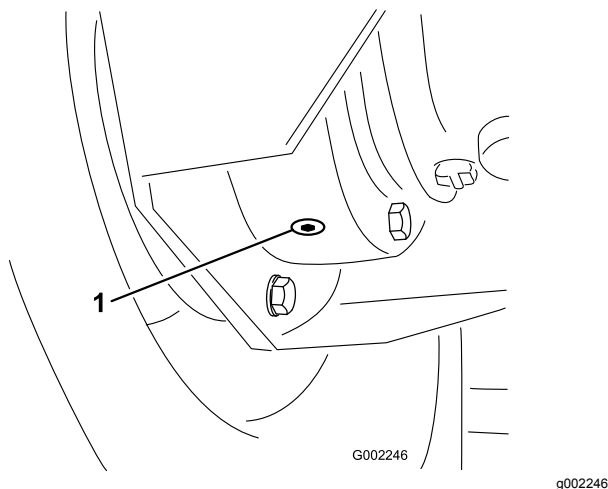

Figure 77
4. Placez un bac de vidange sous le bouchon de vidange intérieur et retirez le bouchon (Figure 77).